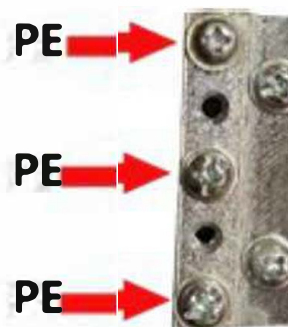

Рисунок 2
- Заземляющий проводник PE подключается к специальному заземляющему стержню рис.2.